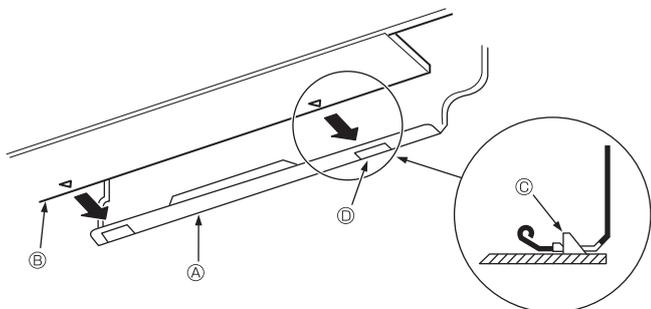

Fig. 3-15
3. 在将制冷剂管和排水管插入墙壁通孔 (通管) 的同时, 将室内机组的上部挂到安装板 ① 上。
5. 将室内机组的下部压到安装板 ① 上以挂牢。(Fig. 3-15)
* 检查确认室内机组底部的突块牢固勾入安装板 ①。
- ① 安装板
- ② 室内机组
- ③ 钩子
- ④ 方孔